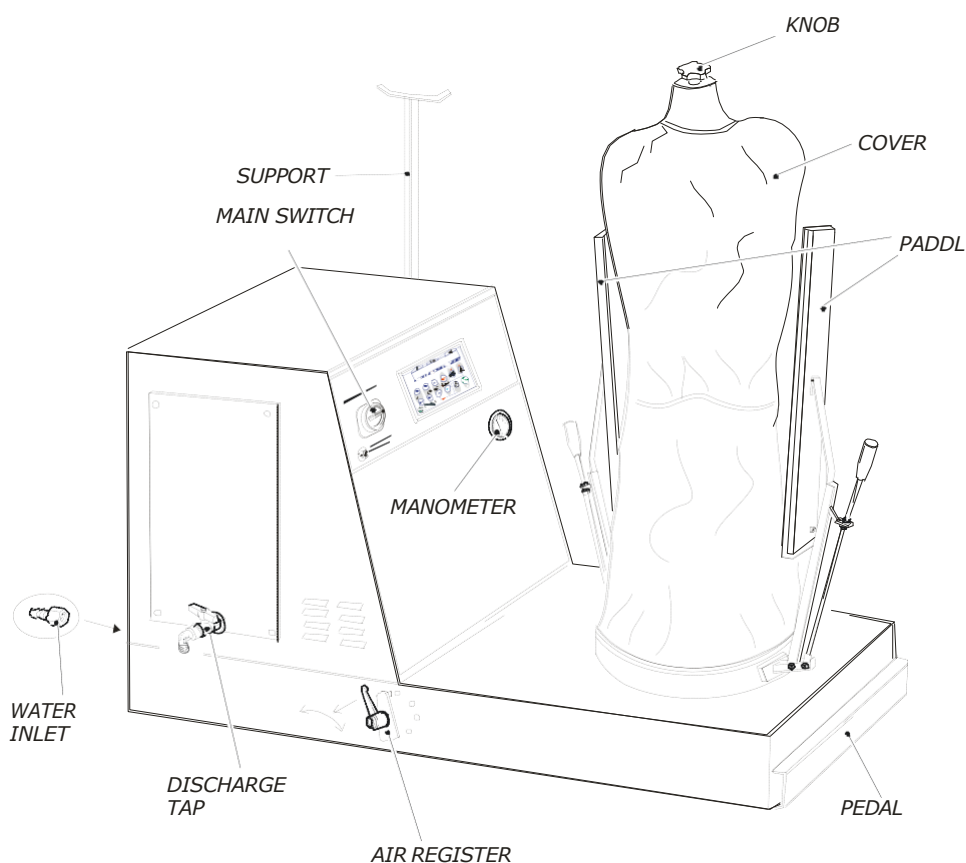

Рис. 1
ZEUS должен быть подключен к водопроводу (рис. 1) с помощью резинового шланга, рассчитанного на давление, по крайней мере, 10 ATM (диаметр входного отверстия для воды 8/13 мм), который должен быть надёжно закреплён двумя хомутами.
2. Извлеките ZEUS из коробки, закрепите держатель. (рис.1)
В конце каждого рабочего дня советуем выключить ZEUS, используя главный выключатель (рис.1).
Подсоедините резиновый шланг к ВХОДНОМУ ОТВЕРСТИЮ ВОДЫ (рис. 1) и откройте кран подачи воды.